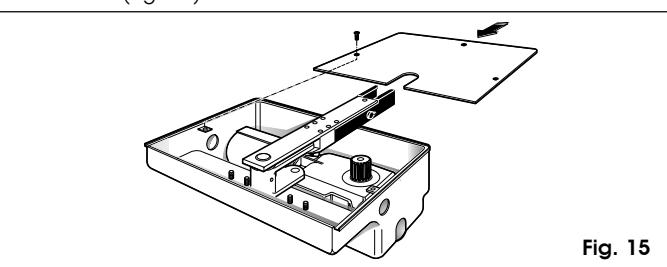

Fig. 15
- 4) Fixer le couvercle du caisson portant au moyen des vis fournies (fig. 15).